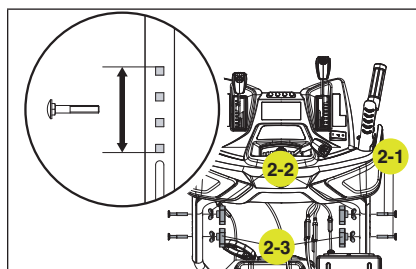

Figure 2
2. Connectez les parties supérieure et inférieure du guidon au moyen des boulons (2-1), des rondelles (2-2) et des molettes de verrouillage (2-3) (fig. 2). La partie supérieure du guidon peut être ajustée sur 4 positions. Vous pouvez revenir plus tard et l'ajuster à une hauteur plus confortable.